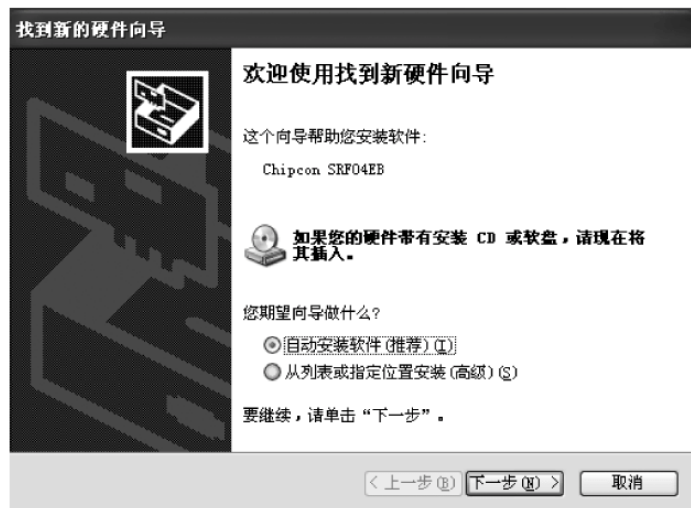

图 1.19 自动安装
(5) 将仿真器通过开发系统附带的 USB 电缆连接到 PC, 在 Windows XP 系统下, 系统找到新硬件后显示如图 1.19 所示的对话框, 选择自动安装软件, 单击“下一步”按钮。